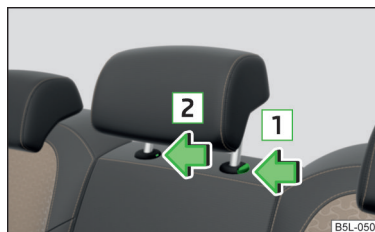

Fig. 47
- Pulse la tecla del seguro en el sentido de la flecha **1** » fig. 47, presione al mismo tiempo con un destornillador plano, de 5 mm como máx. de ancho, la tecla del seguro en el orificio en el sentido de la flecha **2**, y retire el reposacabezas.